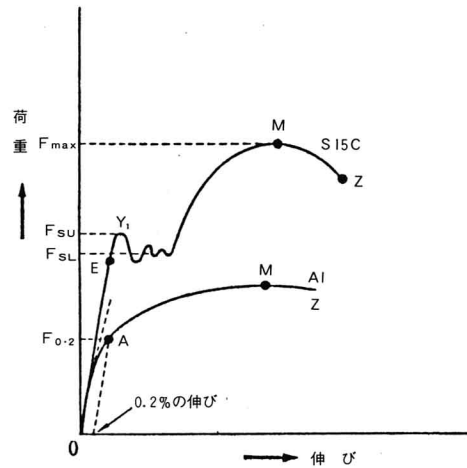

図3-2 荷重—伸び線図
- ⑧ 荷重—自記記録装置の記録ドラムに記録紙をはさみこむ。
(2) 試 験
- ① 負荷速度制御ツマミを静かに右に回し、指針を見ながらゆっくり荷重をかける。
- ② 荷重を増すと、指針もゆっくりと荷重増加を示すが、S15Cの試験片の場合は、ある荷重で指針が一時停止してから荷重の変動を示す。この指針が最初に停止した点の荷重を読みとる。つまり、上降伏点の荷重を降伏点の荷重 F_{su} として測定する。(図3-2)